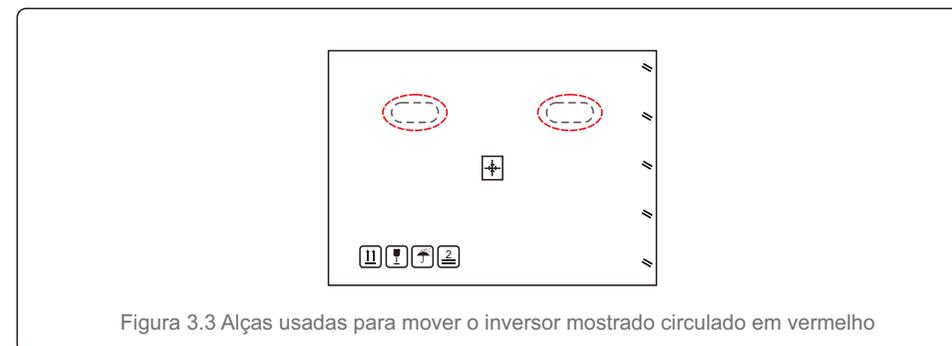

Figura 3.3 Alças usadas para mover o inversor mostrado circulado em vermelho
1. Os círculos vermelhos abaixo indicam recortes na embalagem do produto. Empurre os recortes para formar as alças para mover o inversor (consulte a Figura 3.3).